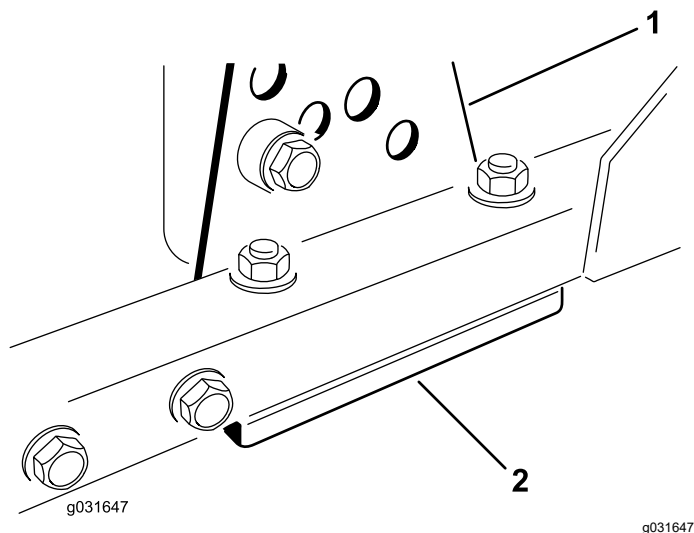

Figura 66
1. Retire el soporte de altura de corte (delantero, izquierdo o derecho) del bastidor de la unidad de corte (Figura 66).
2. Coloque suplementos de 1.5 mm (0.06") y/o 0.7 mm (0.03") entre el bastidor de la unidad de corte y el soporte hasta lograr la altura de corte deseada (Figura 66).
3. Instale el soporte de altura de corte en el bastidor de la unidad de corte con los suplementos restantes colocados debajo del soporte de altura de corte (Figura 66).